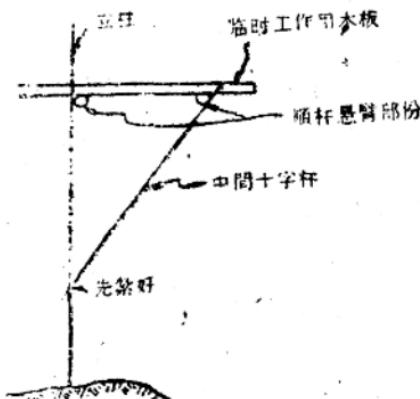

图 9
4. 把一根立柱与一根中間十字杆預先繫好，由站在临时工作木板上的人員，把它插入河中，十字杆上端須从順杆底下套过，如图 9。